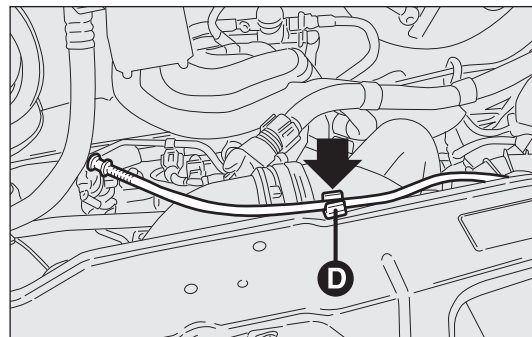
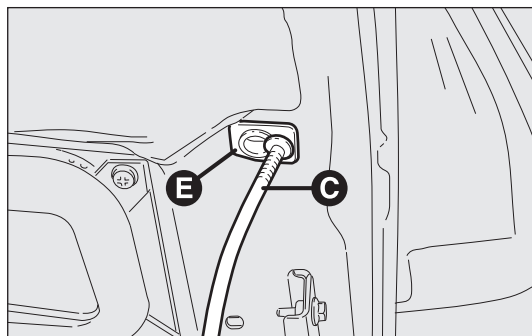

fig. 125
fig. 126
- soulever le capot et en même temps dégager la béquille de soutien fig. 125 de son dispositif de blocage D, puis engager l'extrémité C-fig. 126 de la béquille dans l'emplacement E du capot.
- ❑ tenir le capot soulevé d'une main et de l'autre enlever la béquille C-fig. 126 du logement E et la remettre dans son dispositif de blocage D-fig. 125;